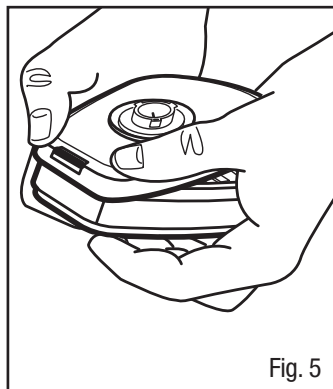

Fig. 5
1. Alinhe o adaptador sobre o cartucho. Ajuste a presilha frontal apertando a parte da frente do cartucho no adaptador, colocando os polegares de ambas as mãos em cima do adaptador e os outros dedos na parte inferior do cartucho (Fig. 5).